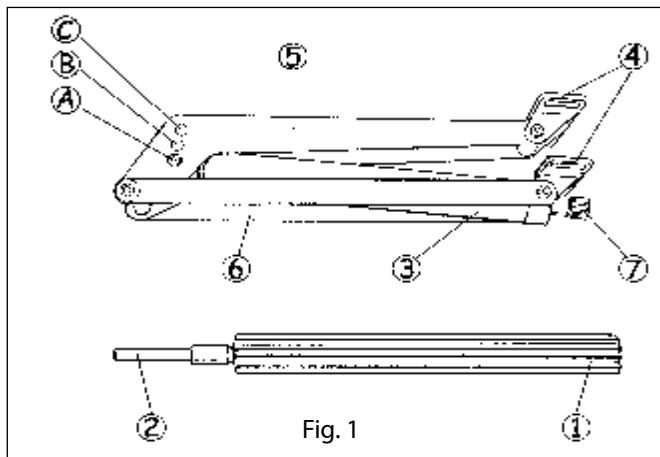

Fig. 1
LISTE DES COMPOSANTS: (Voir Fig.1)
- Pos. A = 48 cm et 15 kg voir fig.1
Pos. B = 40 cm et 22 kg voir fig.1
Pos. C = 30 cm et 30 kg voir fig.1